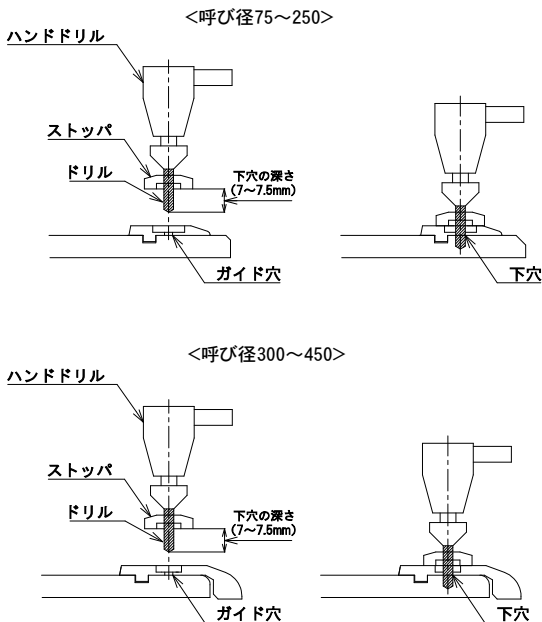

図81 下穴加工
- ④ 専用のストッパ付ドリルの下穴深さが7～7.5mmであることを確認したあと、切管用挿し口リングのガイド穴に合わせて、切管用挿し口リングおよび挿し口に所定の深さの下穴を加工する（図81）。加工終了後は切屑を下穴から除去する。